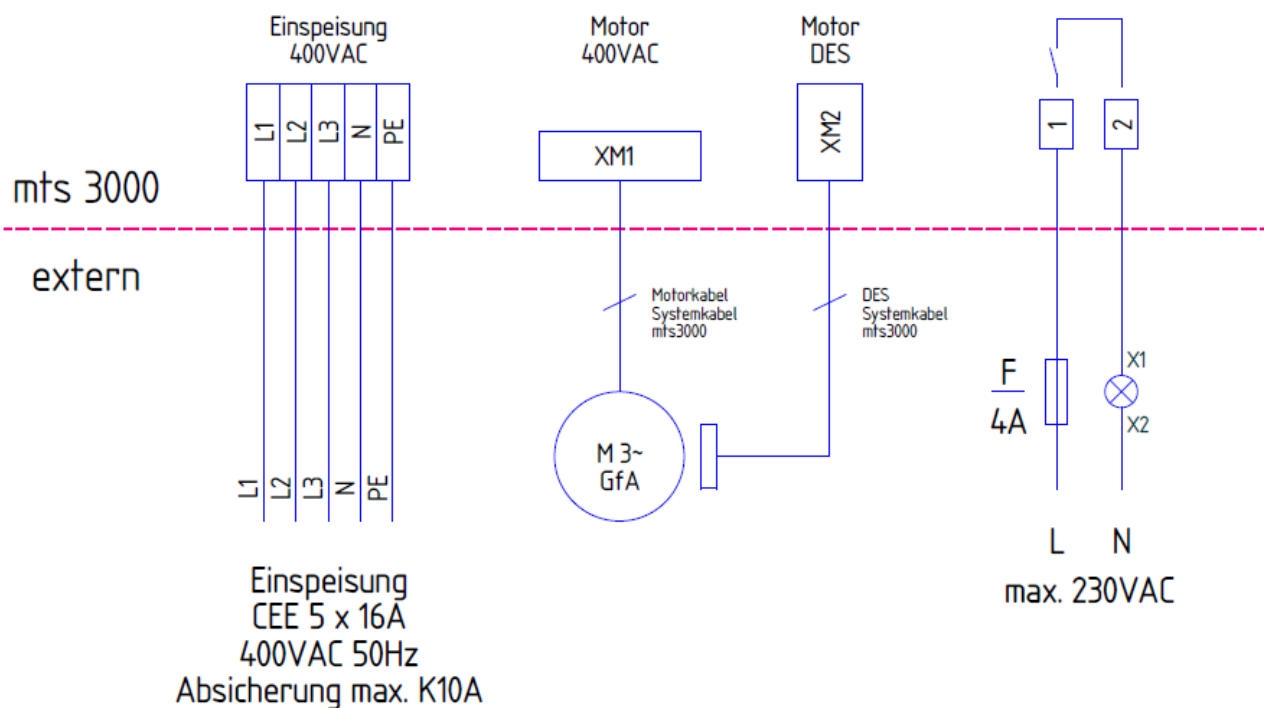

Abb. 4: Anschluss Einspeisung, Motor und pot.-freier Kontakt
- Befestigungsbohrungen für Gehäuse der Torsteuerung (siehe Abb. 4 Gehäuseabmessungen der Torsteuerung) vorbereiten.